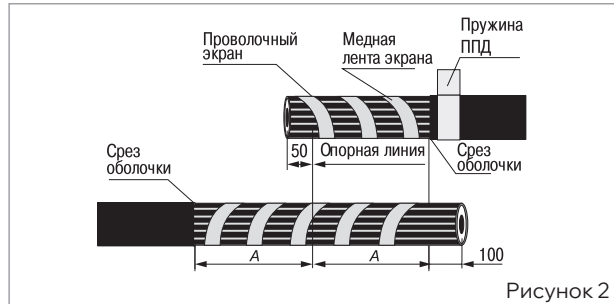
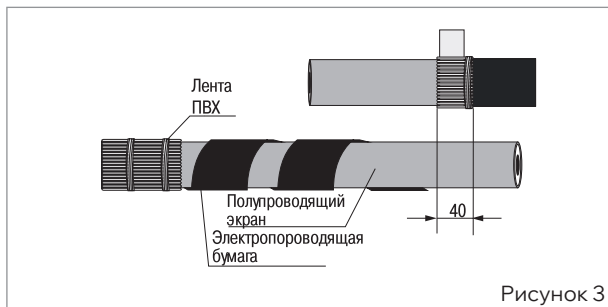

Рисунок 2
Рисунок 3
■ Для облегчения снятия оболочки прогреть ее пламенем горелки. Удалить наружную оболочку с концов кабелей до кольцевых надрезов (рис. 2).
■ На разделке одного из кабелей временно отогнуть проволоки экрана до среза оболочки, уложить вдоль кабеля, зафиксировать биндажом из ленты ПВХ. На разделке второго кабеля установить на один виток пружину ППД поверх наружного покрова, как показано на рис. 2, отогнуть проволоки экрана на наружный покров и обрезать до длины 40 мм от среза оболочки, закрепить лентой ПВХ (рис. 3).
■ Размотать электропроводящую бумагу с жил кабеля до места отгиба проволок экрана и обрезать ее, не повреждая полупроводящего экрана (рис. 3).